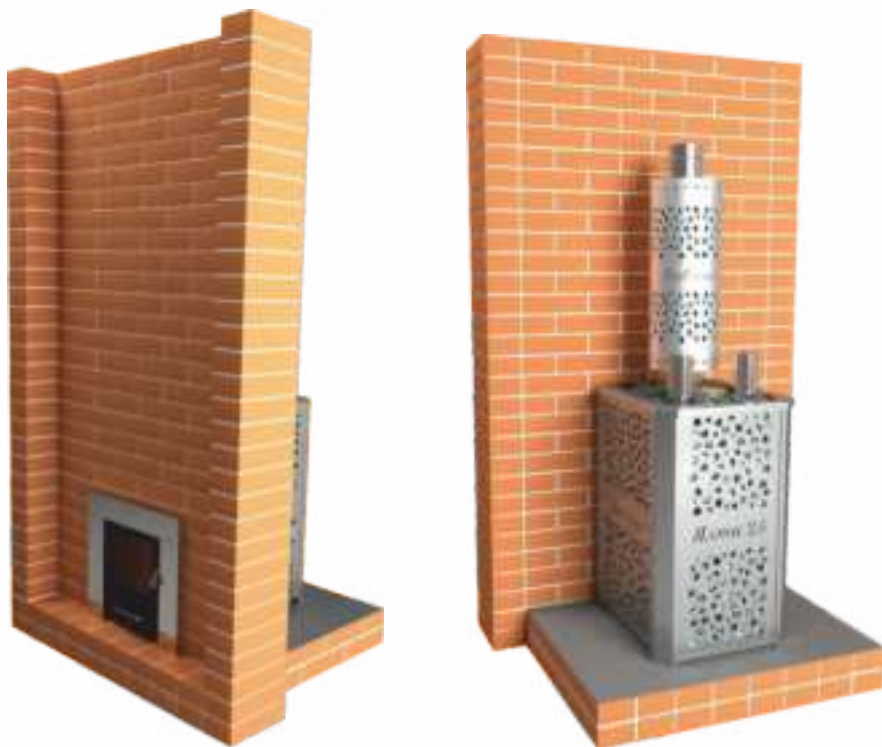

Рис. 3 Проход топочного канала
**⚠️ Переднюю стенку экрана обязательно возводить на всю высоту помещения (рис. 3).**